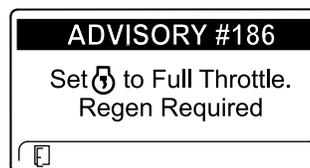

Figura 50
**Nota:** Se la temperatura di scarico del motore è troppo bassa, l'InfoCenter visualizza ADVISORY #186 (Figura 50) per invitarvi a far girare il motore a pieno gas (minima superiore).